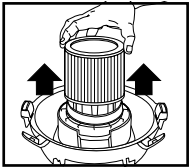

FIGURE 16
23. Glissez la cartouche filtrante à l'extérieur du support de couvercle. **FIGURE 16.**